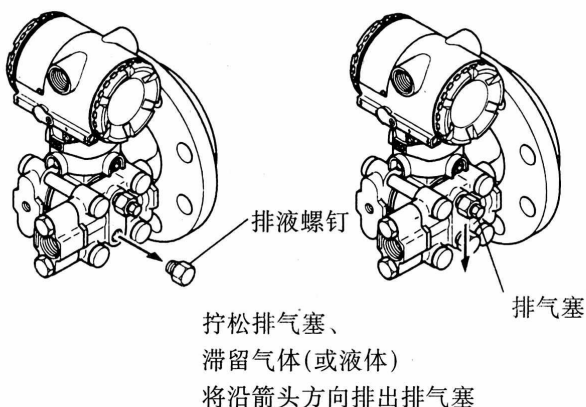

图 7.5.1 变送器排液和排气
- 1) 慢慢拧开排液螺钉排除测压部内滞留液体(如图 7.5.1)。